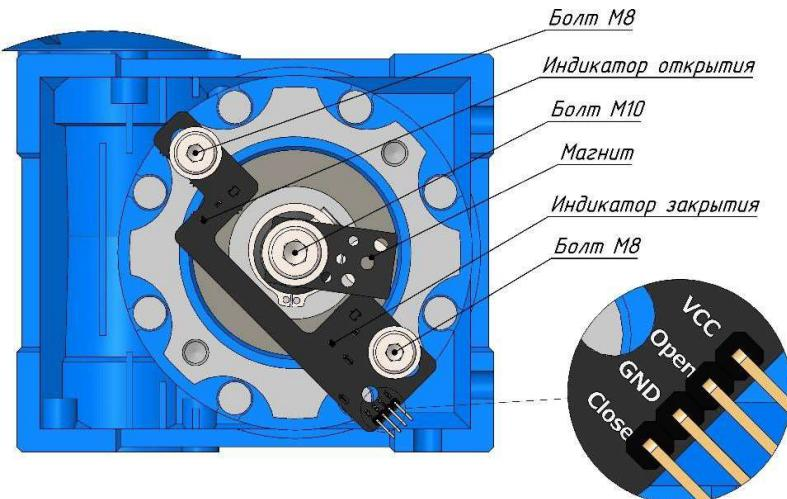

Рисунок 6
- Ослабить контровочные гайки на Тяге (см. Рисунок 6).
Работа концевых выключателей регулируется поворотом основания с магнитом (см. Рисунок 6).
Подключается к разъему **X9** (см. Рисунок 6)